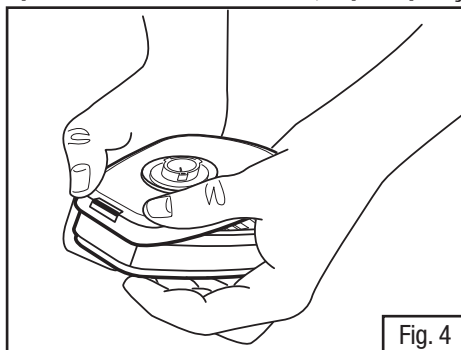

Fig. 4
1. Alinhe o adaptador sobre o cartucho. Encaixe o adaptador sobre a frente do cartucho, colocando os polegares de ambas as mãos sobre o topo do adaptador e os dedos ao longo das laterais inferiores do cartucho (Fig. 4).